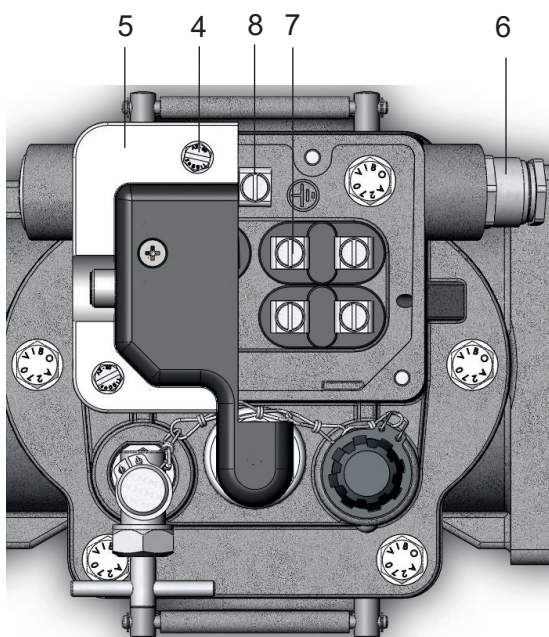

Рис. 6 - Электрическое соединение для максимум 8 вводов
- Отвинтить 4 винта М5 (рис. 6 и 7/ № 4)
- Снять колпак/ блок усилителя (рис. 6 и 7/ № 5)
- Ввести провод через кабельную арматуру (рис. 6 и 7/ № 6)
- Присоединить провод зажимными винтами (рис. 6 и 7/ № 7)
- максимальный момент затяжки 3 Нм для максимум 8 вводов (рис. 6)
Защитный провод (зелёно-жёлтая изоляция) присоединить к зажиму заземления (рис. 6 и 7/ № 8) (максимальный момент затяжки 3 Нм).